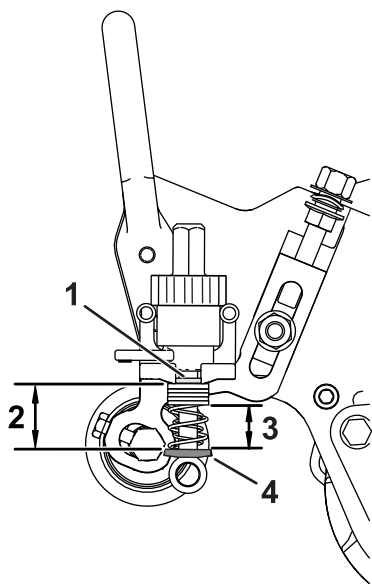

Рисунок 16
4. Измерьте расстояние между шайбами (текущую длину пружины), как показано на Рисунок 16.